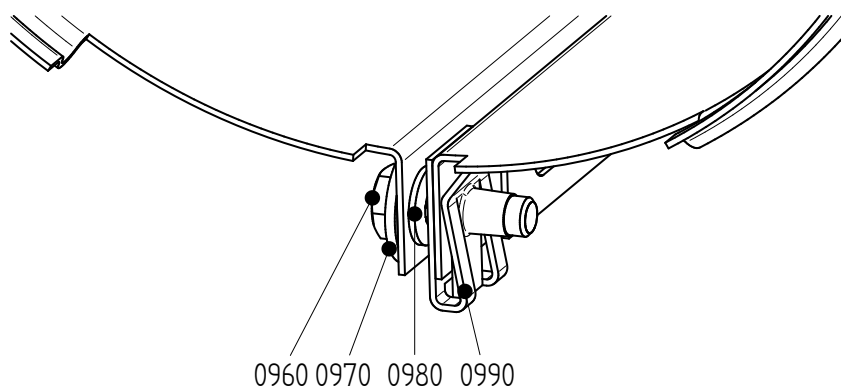

Рисунок 20: Установка кожуха
- 1 Ослабьте затяжку болтов (0960). См. рисунок 20.
- Закройте кожух и установите болт (0960). См. рисунок 20.
- 5 Закройте кожух и установите болт (0960). См. рисунок 20.